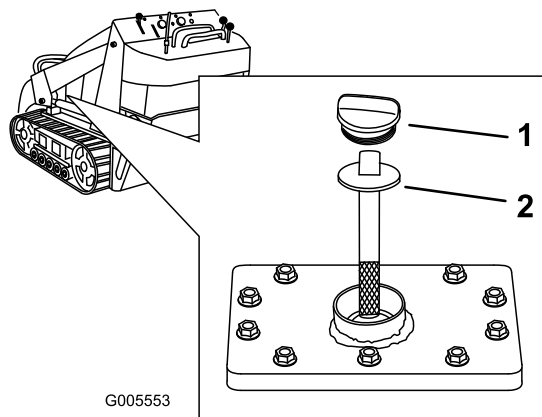

Figura 12
5. Limpie la zona alrededor del cuello de llenado del depósito de aceite hidráulico (Figura 12).
6. Retire el tapón del cuello de llenado y compruebe en la varilla el nivel de aceite (Figura 12).